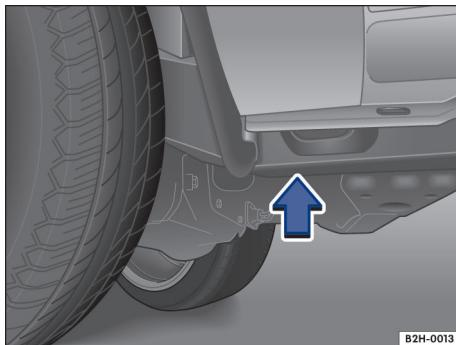
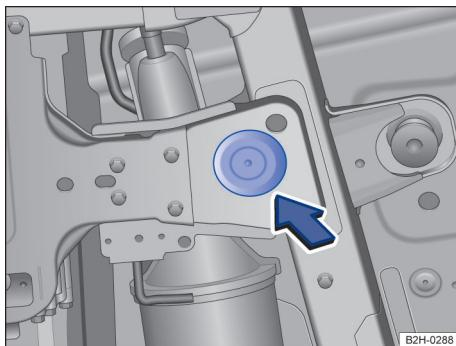
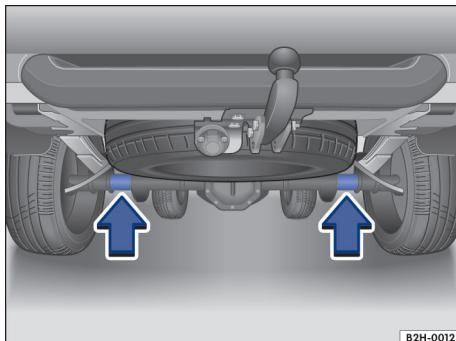
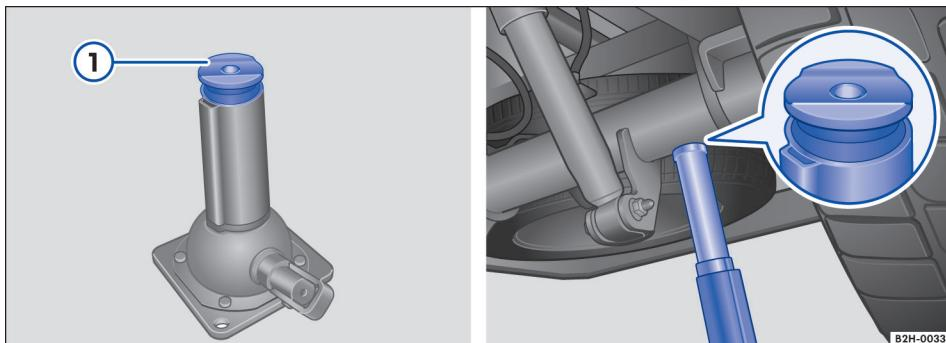

Fig. 197 Pelo lado: ponto de apoio dianteiro do macaco.
Fig. 198 Por baixo: ponto de apoio dianteiro do macaco.
Fig. 199 Pontos de apoio traseiros do macaco.
Fig. 200 Posicionar o macaco sob o eixo traseiro.
O macaco deve ser colocado somente nos pontos de apoio mostrados → Fig. 197 (visto pela lateral) ou → Fig. 198 (visto por baixo).
O macaco deve ser colocado somente nos pontos de apoio mostrados → Fig. 199 (setas).
O macaco deve ser posicionado sob o ponto de apoio de maneira que uma das depressões → Fig. 200 ① esteja exatamente no centro sob a linha longitudinal do eixo traseiro para impedir que o veículo deslize enquanto estiver sendo suspenso.
3. Procurar o ponto de apoio dianteiro → Fig. 197 ou traseiro → Fig. 198 do macaco que se encontrar mais próximo da roda a ser trocada.
6. Verificar se o macaco se encontra abaixo das áreas marcadas na dianteira → Fig. 197 ou na traseira → Fig. 199.
7. Alinear o macaco e simultaneamente girar mais para cima até que a área de apoio do macaco encoste no ponto de apoio → Fig. 198 ou numa das depressões → Fig. 200.
- Posicionar o macaco somente nos pontos indicados → Fig. 197 e → Fig. 198.